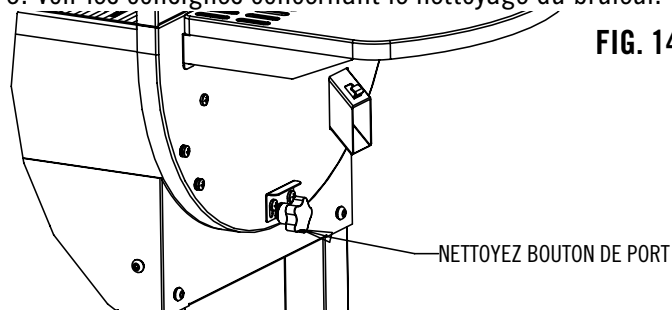

FIG. 14
1. Le bouton de la tige de la zone de nettoyage doit être enfoncé lorsque le barbecue est allumé. S'assurer que le système de blocage de la tige est tiré vers le bas et bloque le bouton afin d'empêcher l'ouverture de la zone de nettoyage par inadvertance. Voir Fig. 14